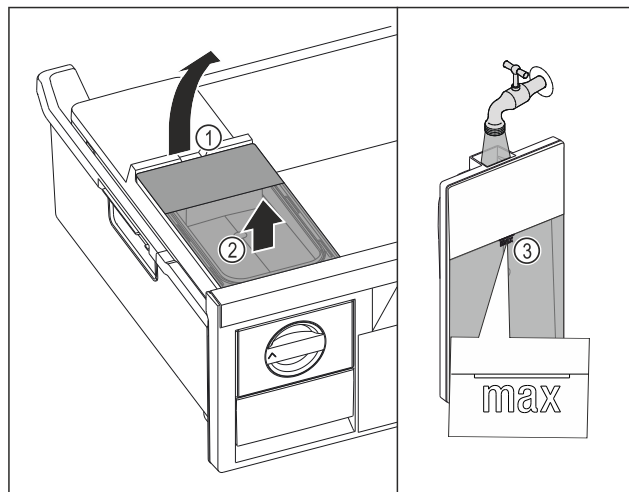

Fig. 97
- Zvedněte nádržku na vodu za vybrání Fig. 97 (1).
- Vyměňte nádržku na vodu nahoru Fig. 97 (2)
- Naplňte nádržku na vodu pitnou vodou až po značku Fig. 97 (3).